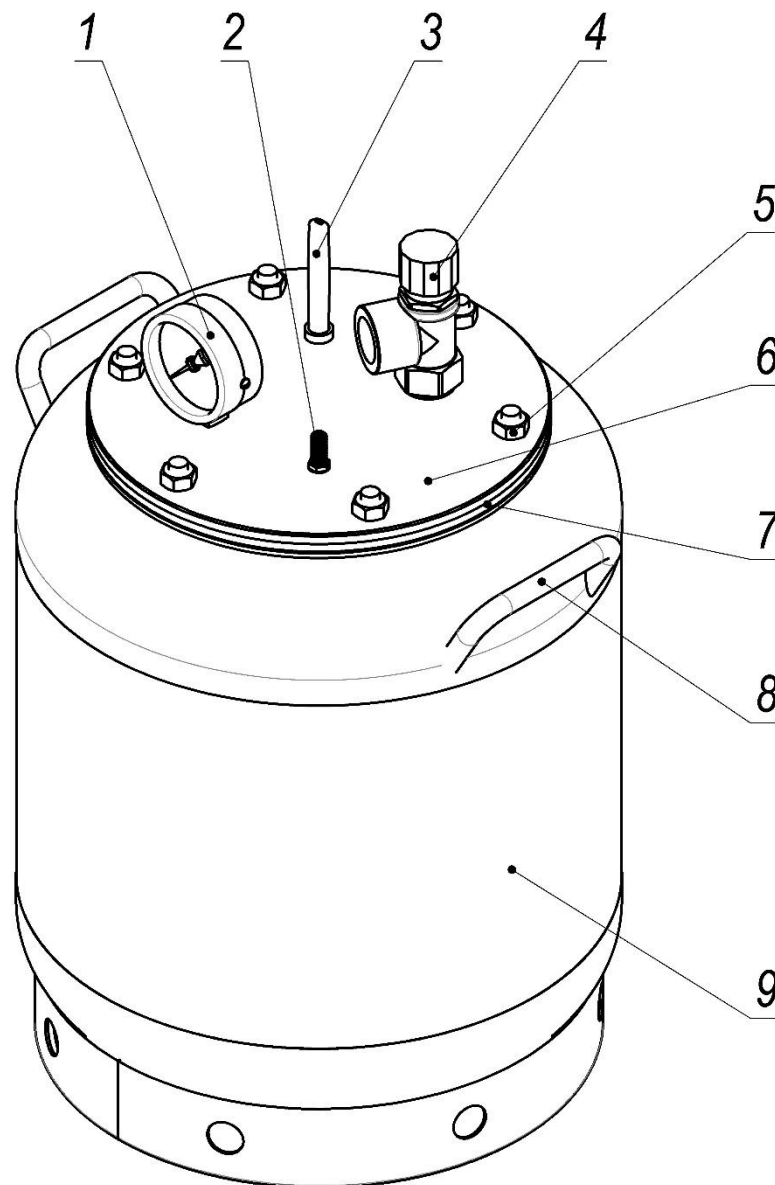

Рисунок 1.
- как стерилизатор пищевых продуктов (рис. 1) для стерилизации и консервирования мяса, птицы, рыбы, овощей, фруктов, соков, компотов, паштетов и других продуктов в натуральном соку без применения консервантов, расфасованных и укупоренных сырыми в стеклянные банки.